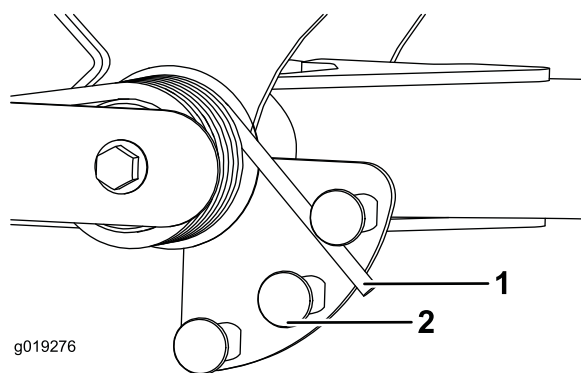

Figura 31
- Coloque un tubo u otro objeto similar sobre el extremo largo del muelle y gírelo alrededor del actuador del muelle a la posición deseada (Figura 31).